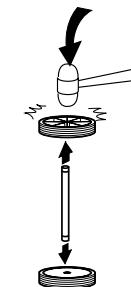

Figure 3
3. Monter les roues sur l'arbre (Figure 3).